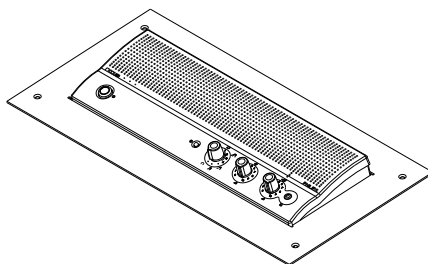

Fig. 4
- Montata in un tavolo (cfr. Fig. 4) con l'ausilio della staffa apposita indicata a pagina 77;